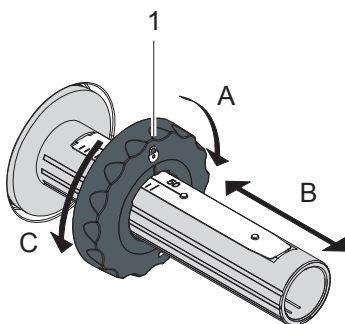

Bild 13 Ställa in kantstopp
2. Vrid spaken (6) moturs för att öppna skrivarhuvudet.
3. Ställ in kantstoppet (1) på avlindaren (5) enligt foliebredden (bild 13):
- Håll fast lindaren och lås upp kantstoppet (1) genom att vrida i riktning A.
- Skjut kantstoppet (1) i riktning B och ställ in med hjälp av skalan på foliebredden.
- Håll fast lindaren och lås kantstoppet (1) genom att vrida i riktning C.
4. Skjut folierullen (4) fram till kantstoppet (1) på avlindaren (5), så att foliens färgbeläggning efter isättningen pekar mot sidan vänd mot skrivarhuvudet.